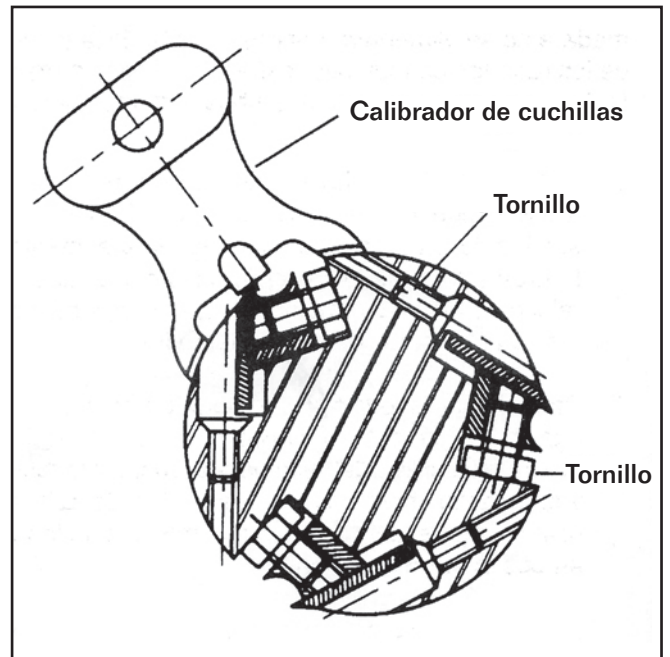

Figura 15
4. Para subir la cuchilla, inserte la llave hexagonal en el tornillo (Figura 15) en cualquier extremo de la cabeza de corte y gírelo en sentido contrario a las manecillas del reloj.